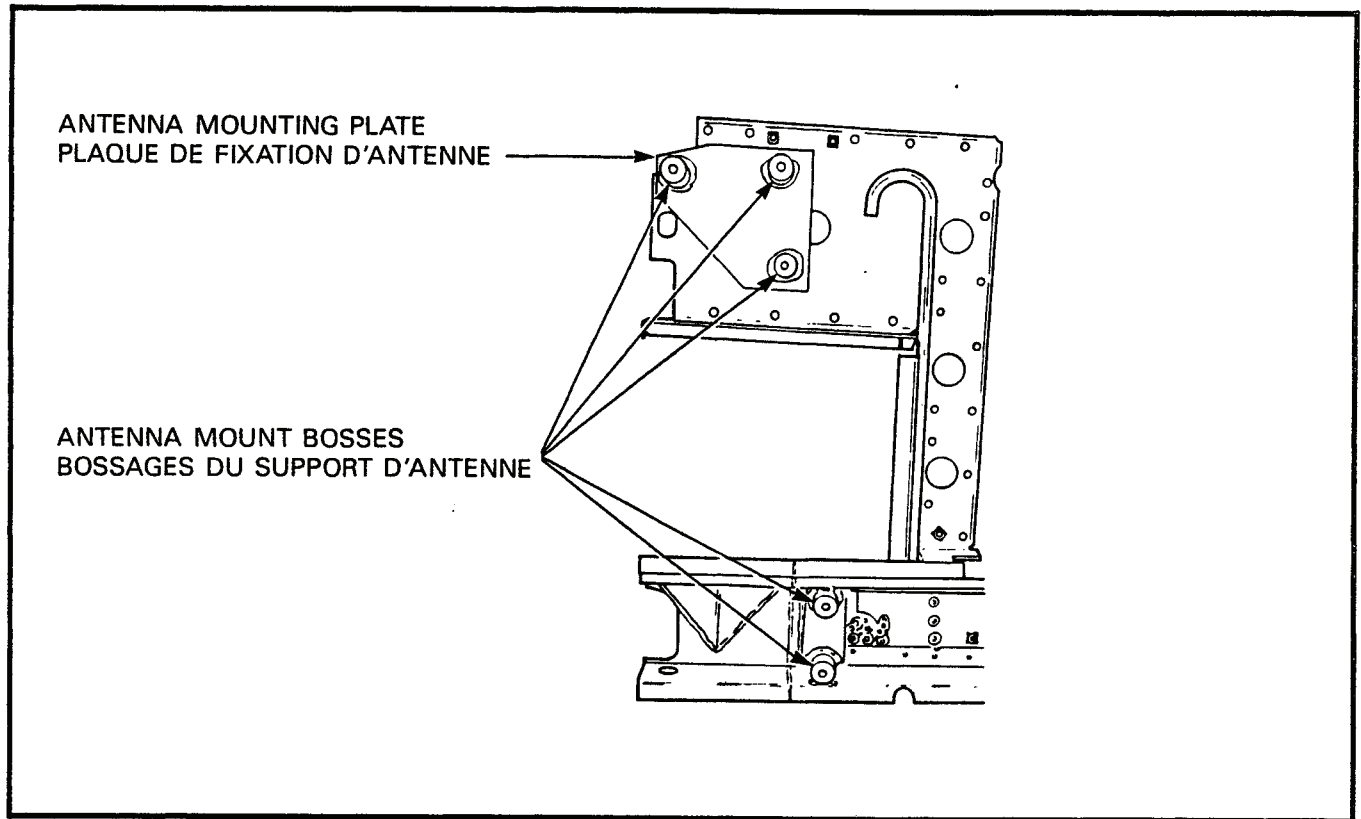

Figure 6-2-18 L/H Antenna Mount Bosses
- a. Using a 30 mm hole saw, cut the rear panel from the antenna mount bosses. There are five bosses on each side of the rear of the vehicle, see Figure 6-2-18.
- a. Au moyen d'une scie cylindrique de 30 mm, découper le panneau arrière des bossages du support d'antenne. Ces bossages sont au nombre de cinq de chaque côté à l'arrière du véhicule, voir figure 6-2-18.
e. Using MIG welding, weld the rear panel to the antenna mount bosses. There are five bosses on each side of the rear of the vehicle, see Figure 6-2-18.	e. Souder par le procédé MIG le panneau arrière aux bossages du support d'antenne. Les bossages sont au nombre de cinq de chaque côté à l'arrière du véhicule. Voir figure 6-2-18.